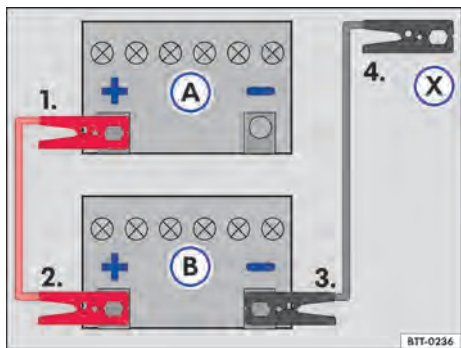

Fig. 148 Esquema para la conexión de los cables de arranque auxiliar: batería del vehículo descargada (A) batería del vehículo que provee la corriente (B).
Leyenda para → fig. 148:
Conectar el cable de arranque auxiliar solo en la secuencia 1 - 2 - 3 - 4 → fig. 148.
culo con la batería descargada → fig. 148 (A) → ⚠️.
- Conectar la otra extremidad del cable de arranque auxiliar rojo al polo positivo (+) del vehículo que suministra la corriente (B).
- Conectar una extremidad del cable de arranque auxiliar negro al polo negativo de la batería del vehículo que suministra la corriente (B).
- Conectar la otra extremidad del cable de arranque auxiliar negro (X) al vehículo con la batería descargada en el punto de ayuda de arranque (conexión a masa) o en una pieza de metal atornillada firmemente en el bloque motor - pero no cercana a la batería (A) → ⚠️.